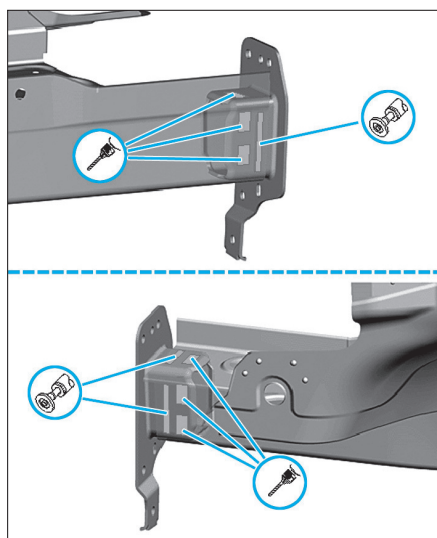

FIG. 4
- Dépointer et meuler la tôle de fermeture (Fig.4).